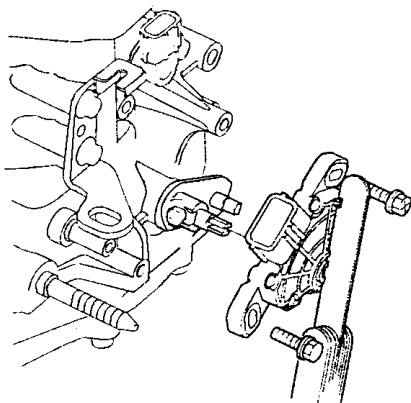

图 5-143 用塞尺使档位保持在 N 档位
60) 如图 5-143 所示, 用 2.0mm 的塞尺片, 使档位保持在 N 档位, 小心地将变速器档位开关插入控制轴内。